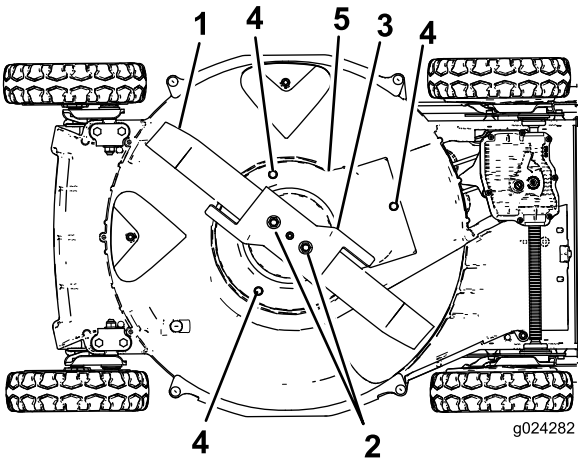

图37
6. 卸下2个刀片螺母、加速器和刀片图37。
- 卸下刀片制动离合器护罩固定到剪草机壳体的螺丝图37。